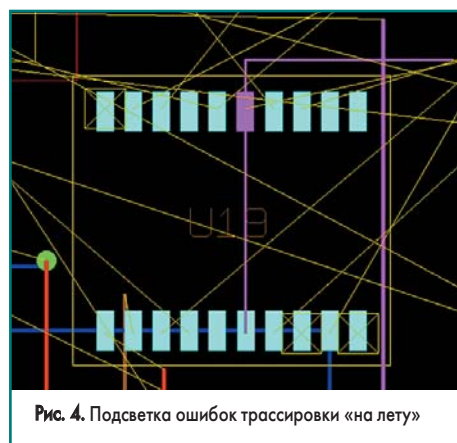

Рис. 4. Подсветка ошибок трассировки «на лету»
18. Выполним щелчок левой кнопкой мыши и зафиксируем вертикальный сегмент проводника (рис. 4).